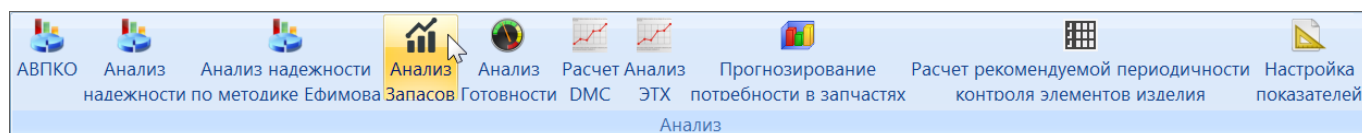

Рис. 16-1 – Панель «Анализ»
3) Нажать кнопку «Анализ запасов» на вкладке «Анализ» (рис. 16-1).